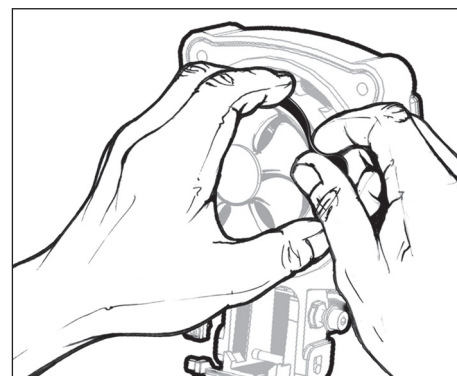

Figura 6
2. Tire suavemente del anillo en O retirándolo de la ranura y por encima del ventilador (vea la Figura 6). Limpie el anillo en O con un paño suave. Rocíe una pequeña cantidad de limpiador desengrasante sobre el paño para ayudar a quitar cualquier residuo. Repita según sea necesario para quitar cualquier acumulación que permanezca sobre el anillo en O.